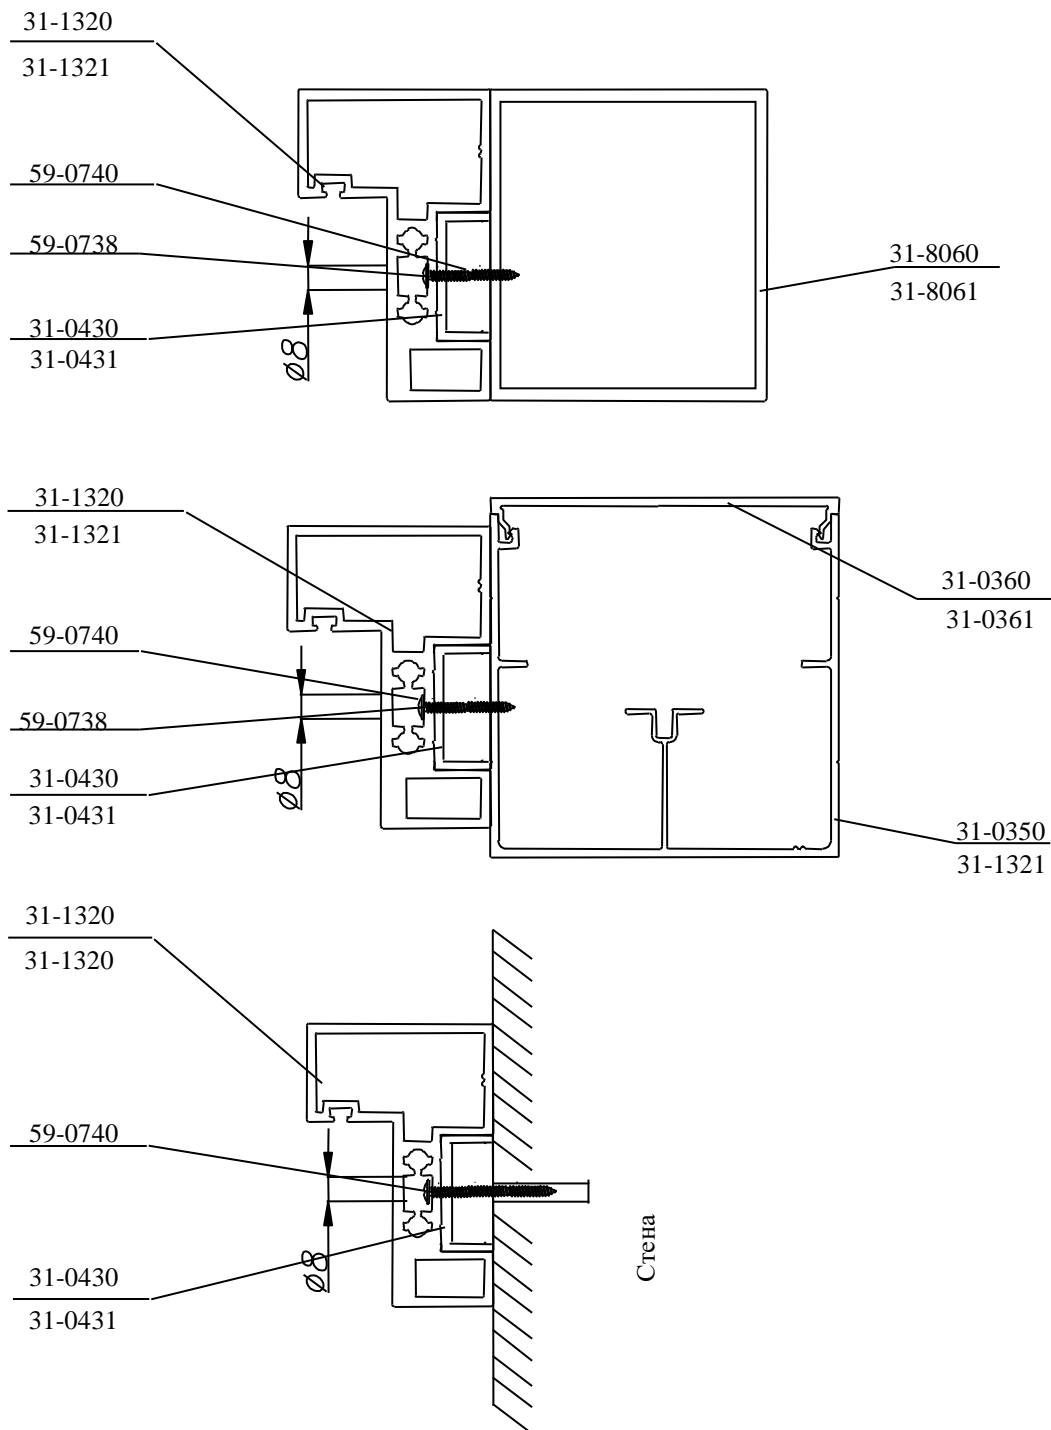

Рис. 38
1. Прикрутить (59-0743) к горизонтальному элементу рамы швеллер (31-0430) и уголок (31-8010) (рис. 38).
3. Дожать стекло и прикрутить вокруг уголок 15x15x2 (рис. 38).